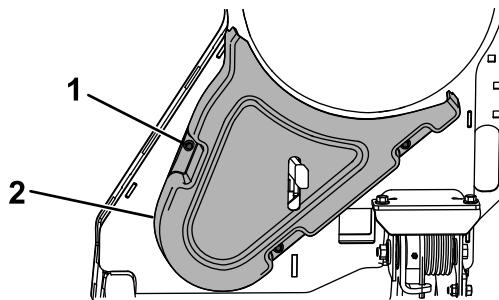

Figure 42
3. Déposez le protège-courroie (Figure 42).